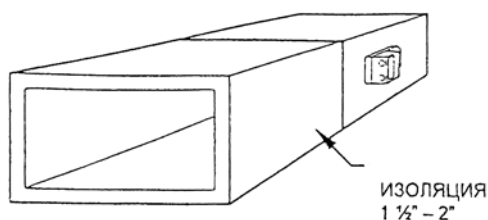

Рис. 8 – Изолированный прямоугольный фибerglassовый воздуховод
4. Изолируйте заслонку с помощью теплоизоляции толщиной полтора-два дюйма (уточните по местным нормам). См. рис. 8.